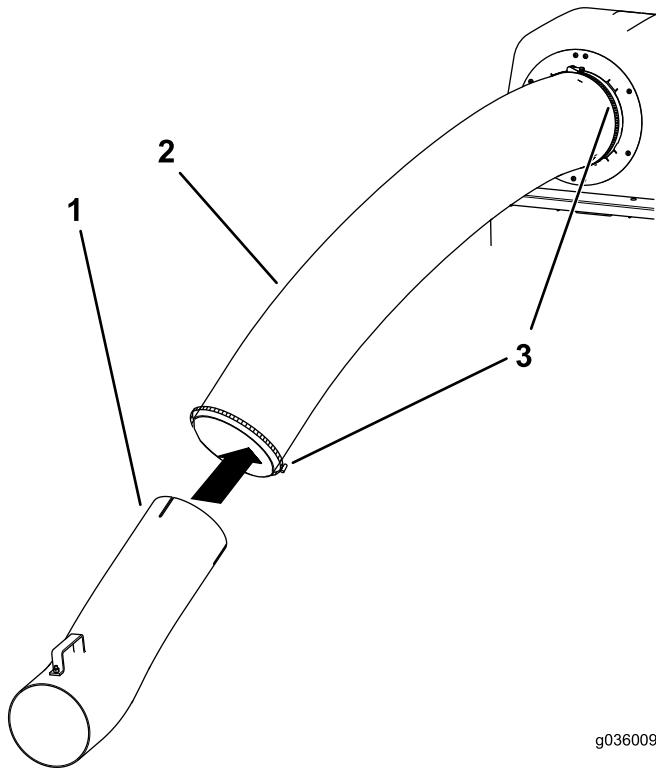

図 8
4. プロアのフードにすでに取り付けられている湾曲チューブに上側チューブを取り付け、チューブ同士をホースクランプで固定する図8。
5. 上側チューブに下側チューブを接続する図8。